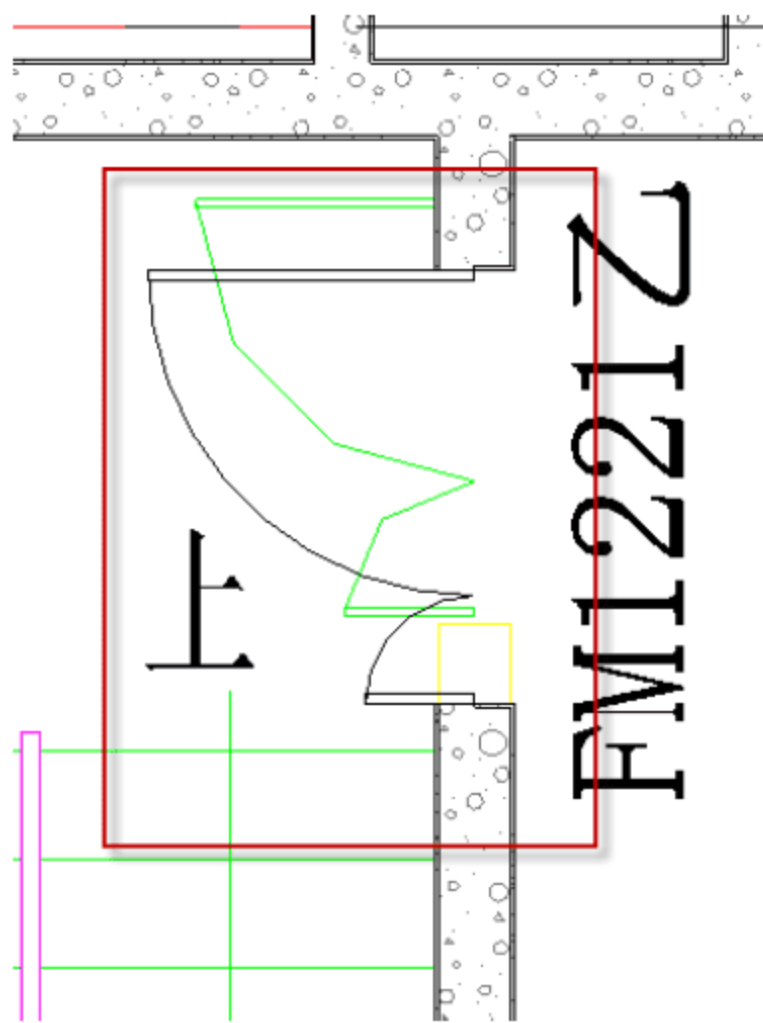

图 9.3.21 插入“FM1221 乙”族
(16) 插入“FM1221 乙”族。选择“建筑”→“门”命令（或者直接按快捷键 D+R），在相应的位置插入族，如图 9.3.21 所示。